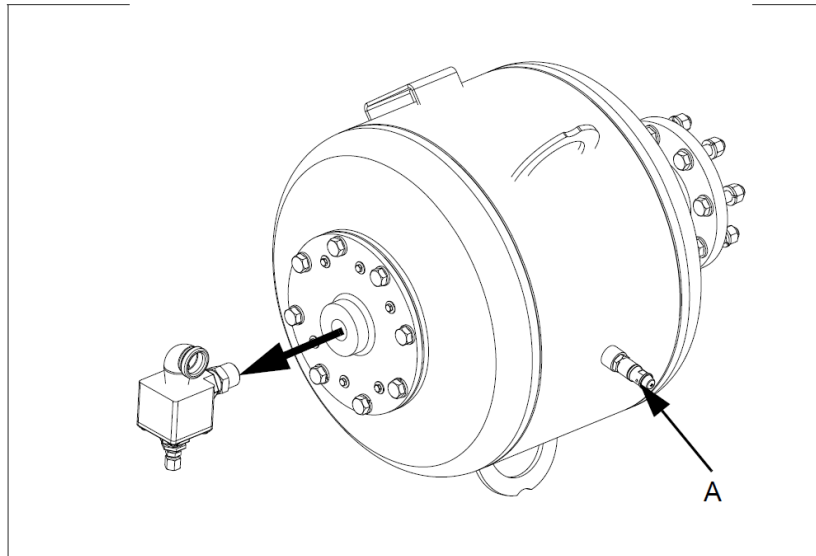

Рис. 9:
2. Включите предохранительный клапан (А, рис. 9) для выпуска воздуха из воздушной пушки.